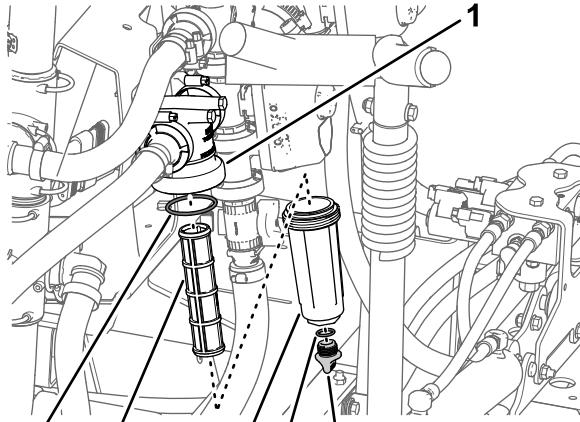

図 44
2. 圧力フィルタの下に受け容器をおく図 44。
3. 圧力フィルタのボウルについているドレンキャップを左に回して外す 図 44。
4. ボウルを左に回してフィルタヘッドを外す 図 44。
5. 圧力フィルタエレメントを外す 図 44。
7. ドレンプラグのガスケットボウルの内側とボウルのガスケットフィルタヘッドの内側に傷や破損がないか点検する 図 44。
8. 圧力フィルタエレメントをフィルタヘッドに取り付ける 図 44。
9. フィルタヘッドにボウルを取り付けて手締めする 図 44。
10. ボウルの底部のフィッティングにドレンキャップを取り付けてキャップを手締めする 図 44。